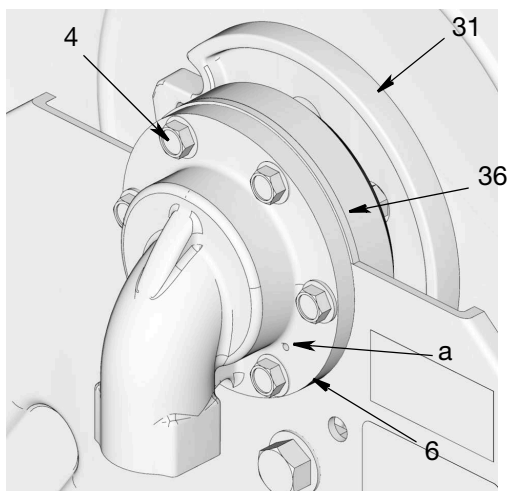

Рис. 20
- Впускной патрубок (6) оснащен дренажным отверстием (а) для индикации отказавшего уплотнения (Рис. 20).
2. Снимите шесть болтов (4) (Рис. 20).